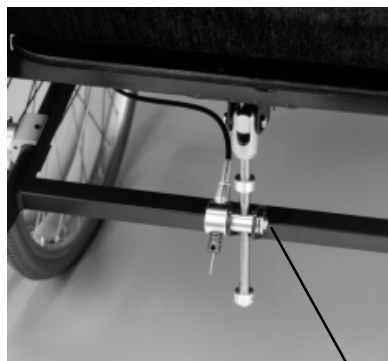

bild 6d
Sitsvinklingsmekanismen, tiplåset, är försett med en justerbar broms, se bild 6d. Bromsen (1) justeras med en stjärnskruvmejsel efter önskat motstånd och användarvikt.